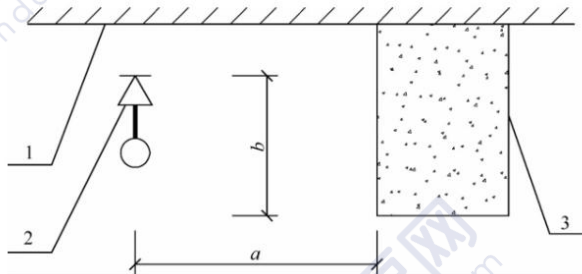

图 7.2.1 喷头与梁、通风管道等障碍物的距离
7.2.1 直立型、下垂型喷头与梁、通风管道等障碍物的距离（图7.2.1）应符合表7.2.1的规定。